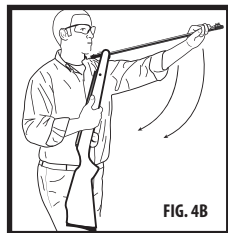

FIG. 4B
- In modo veloce e fermo, tirare giù l'estremità della bocca della canna finché possibile per innescare l'azione (Fig. 4B).